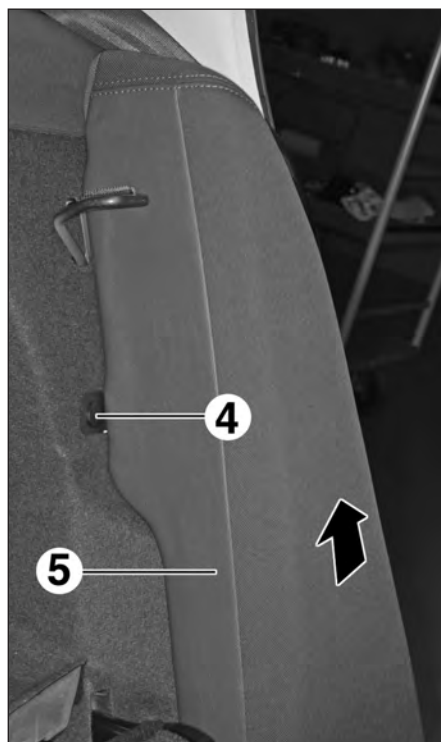
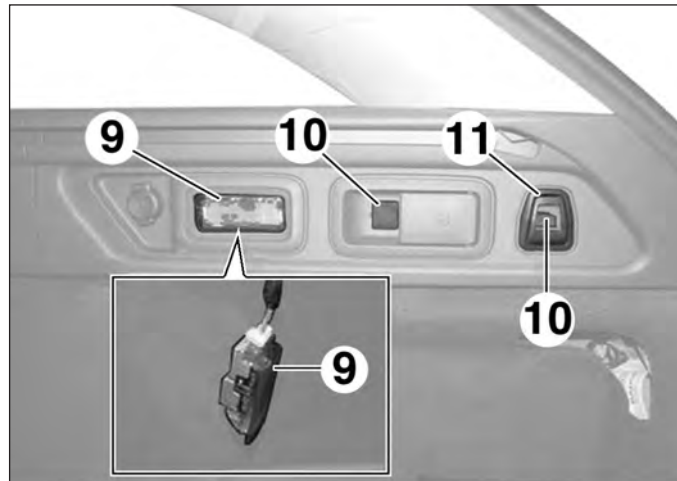

FIG.64
FIG.75
- Déposer l'agrafe (4) du coussin latéral (5) de dossier arrière (Fig.64).
- Déposer le coussin latéral de dossier arrière (5).
- l'éclairé de coffre (9) et le débrancher (Fig.75),
- les caches (10),
- le point d'ancrage (11),